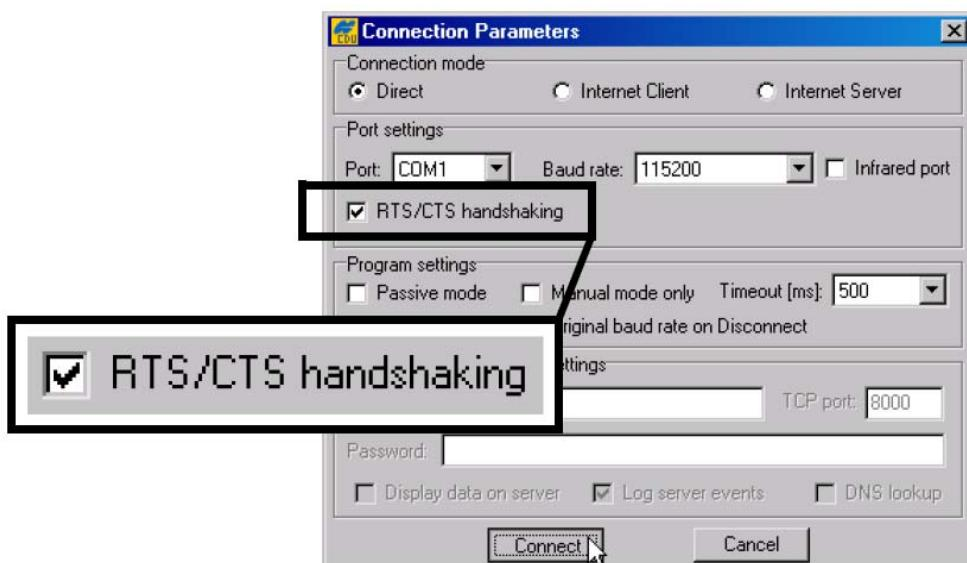

Рисунок 3-17. Диалоговое окно Connection Parameters (Параметры интерфейсов)
3. В диалоговом окне **Connection Parameters (Параметры интерфейсов)** выставьте флажок *RTS/CTS handshaking* (квитирование сигналами RTS/CTS) (см. рис. 3-17). Описание остальных параметров в этом окне приводится в разделе “Подключение приемника к компьютеру” на стр. 2-19.